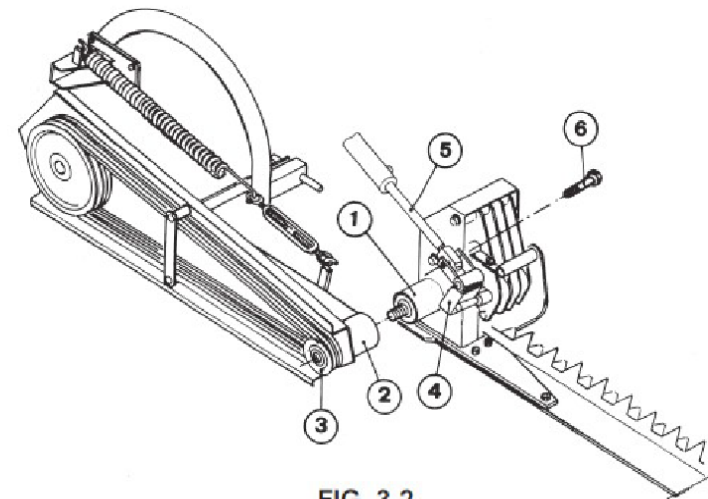

FIG. 3.2
- 2) Se la barra è con **SOLLEVAMENTO IDRAULICO**: (Fig. 3.2)
- 2) Blade assembly for sickle bar mowers with **HYDRAULIC LIFT**: (Fig. 3.2)
- 2) Si la barra es de **ELEVACIÓN HIDRÁULICA**: (Fig. 3.2)
- 2) Si la barre est dotée de **LEVAGE HYDRAULIQUE**: (Fig. 3.2)